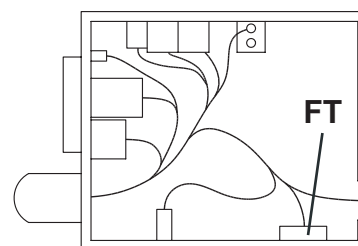

Figure 19
7. Enlever le couvercle de la boîte des composants électriques (50).
8. Contrôler / remplacer le fusible suivant (Fig. 19) :